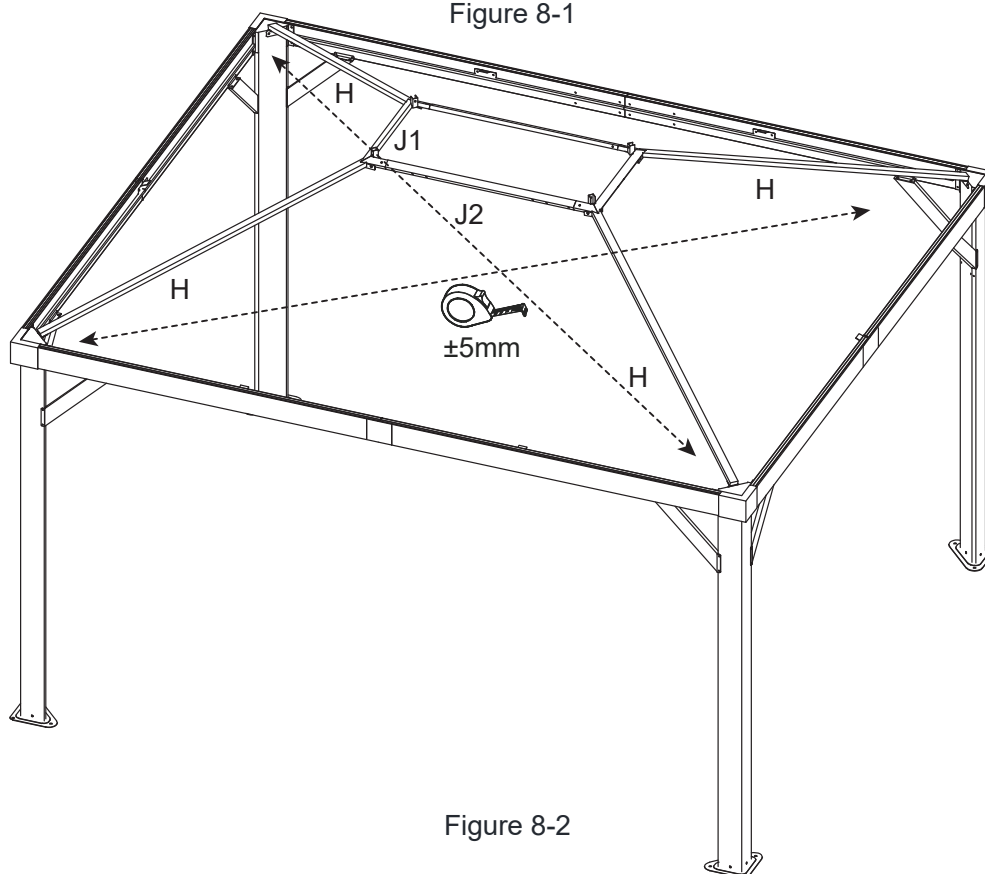

Figure 8-2
**Remarque:** Vous aurez besoin d'une deuxième personne pour tenir le cadre central du toit principal pendant que vous attachez le support d'angle du toit principal (H).
**Remarque:** les mesures diagonales d'un coin à l'autre doivent être à 5 mm de près. Voir la figure 8-2.